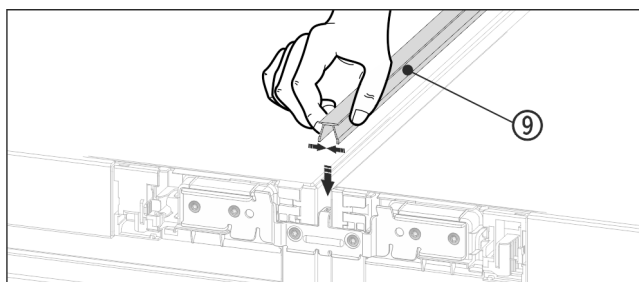

Fig. 19
- En la parte superior, presione el listón embellecedor Fig. 19 (9) corto para introducirlo en la ranura horizontal.